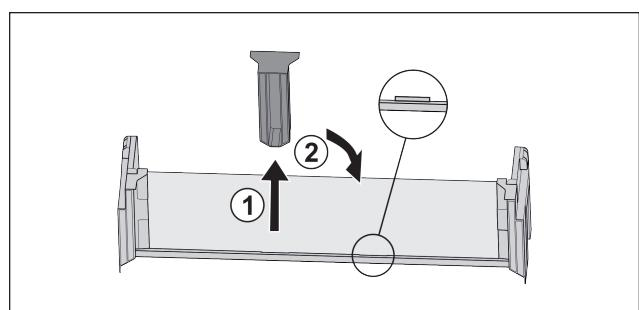

Fig. 20
- Stáhněte prostřední přídružný díl Fig. 20 (1).
- Vložte prostřední přídružný díl do druhé polohy Fig. 20 (2).